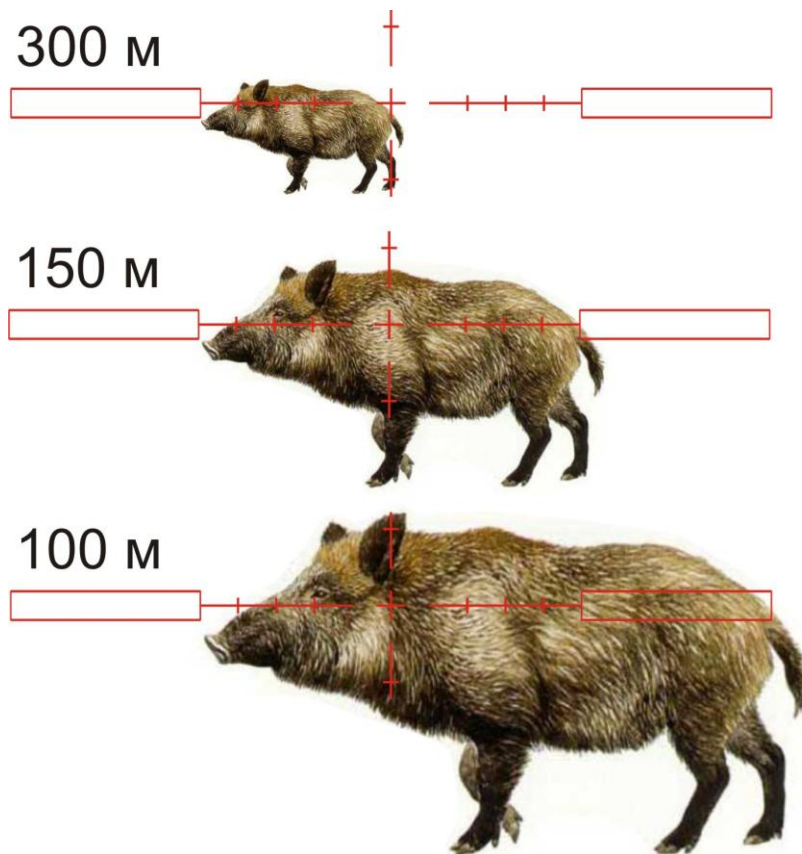

Рис.3
- 2) поместите перекрестье прицела так, чтобы одна сторона цели оказалась на риске Mil Dot (см. пример на рис. 3),
На рис. 3 представлен пример оценки расстояния до кабана (трофейной длины 1.5 м) по сетке Mil Dot (5, 10 и 15 делений соответственно).
(\*) – смотри соответствие на рис. 3.